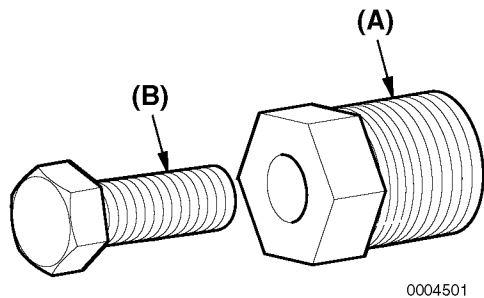

Abbildung 16
2. Den Abzieher (Abbildung 16, (A)) am Flügelrad ansetzen.
3. Die Bundschraube (Abbildung 16, (B)) im Uhrzeigersinn drehen, um das Flügelrad von dem Pumpenkörper zu lösen.